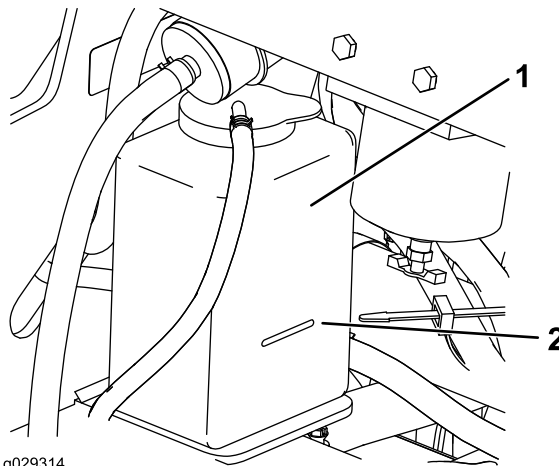

Bild 63
3. Prüfen Sie den Kühlmittelstand im Ausdehnungstank (Bild 63).